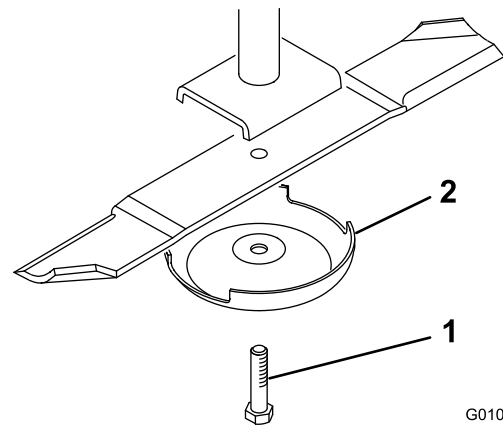

Bild 28
2. Halten Sie das Ende des Messers mit einem stark wattierten Handschuh oder wickeln Sie einen Lappen um es herum. Entfernen Sie die Messerschraube, die Antiskalpierkuppe und das Messer von der Spindelwelle (Bild 28).